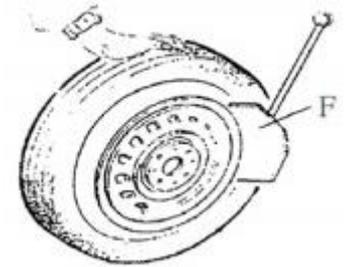

Fig 5
Certifique-se de esgotar completamente o ar do pneu, coloque o pneu contra o tampão de borracha (S). Traga a pá (F) contra o talão cerca de 10 mm da borda do aro como mostrado na **Fig 5**. Pressione o Pedal Liberador de Talão (U) para empurrar o remo no pneu. Repita as operações acima em posições diferentes em torno do pneu e ambos os lados do pneu até o talão do pneu ser completamente liberado.